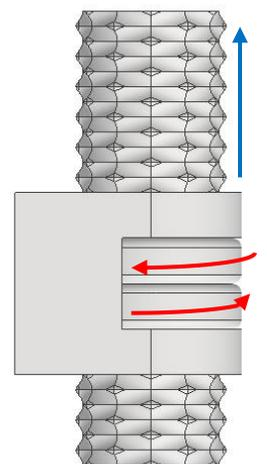

図3 移動
- ナットBを上から見て時計回り、ナットCを上から見て半時計周りに同じ速度で回す。すると、ねじAは回転しないまま上方向へ移動する（図3）。ナットB・Cをその逆方向へ回すと、ねじAは回転せずに下方向へ移動する。